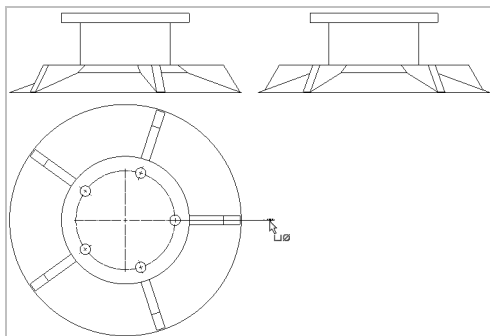

图 12-32 向右移动鼠标
(3) 在左下方视图的右侧小圆上，单击鼠标左键，向右移动鼠标至合适位置，如图 12-32 所示。